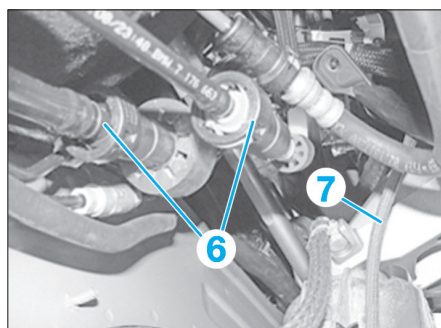

Fig. 106
- Retirer la plaque de protection (5)
- Déverrouiller et débrancher les conduites d'alimentation en carburant et de retour de carburant (6) (Fig.106).